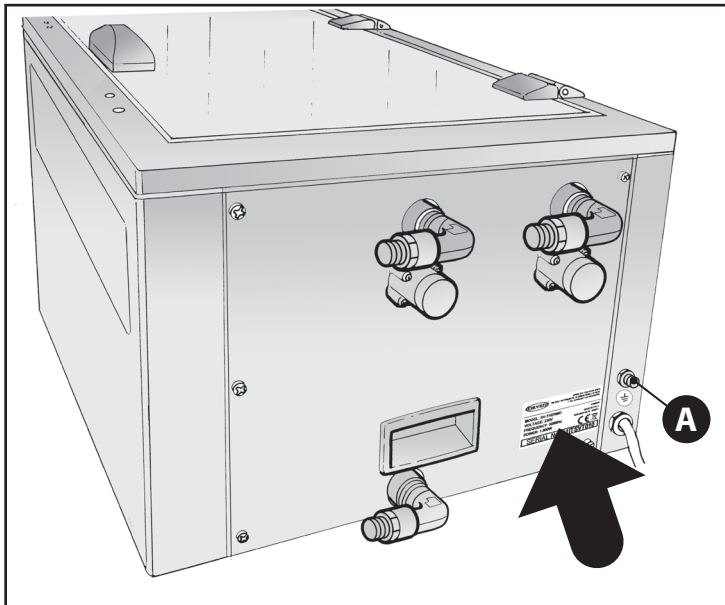

Abb. 2
- Gerät: 1 Schild an der Rückseite des Geräts und eines an der Vorderseite, in der Tür für den Anschluss der Kernsonden (**Abb. 2**).